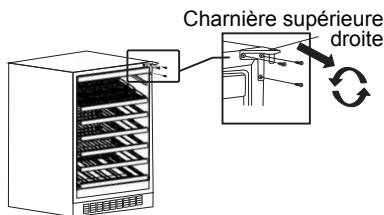

Figure 3
3. Retirer les trois vis qui maintiennent le coin supérieur droit de la charnière de la partie supérieure de l'armoire. (Voir Figure 3.)